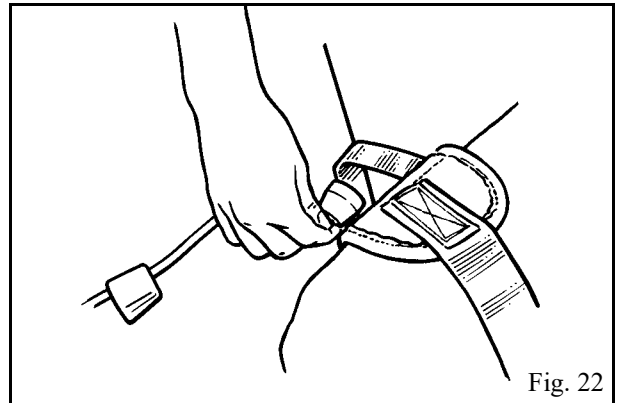

Fig. 22
1. Localice la correa de sujeción en cada sección de pierna del arnés y sujete el cable de fijación derecho a la correa de la pierna izquierda, repitiendo la operación con el otro lado (véanse las figs. 22 y 17 para la fijación de los cables).